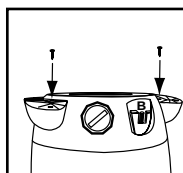

FIGURA 4
4. Asegure con los tornillos suministrados. **FIGURA 4**.